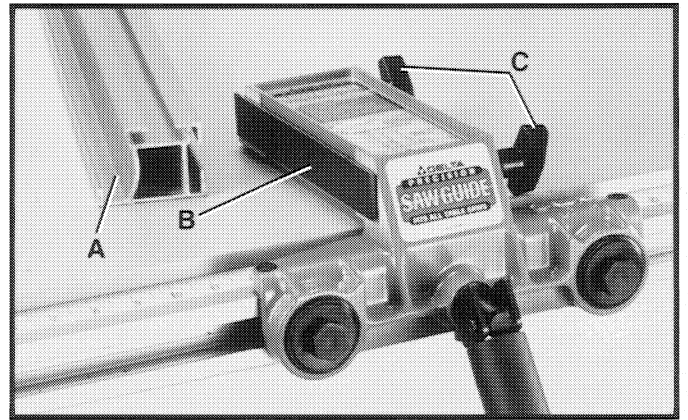
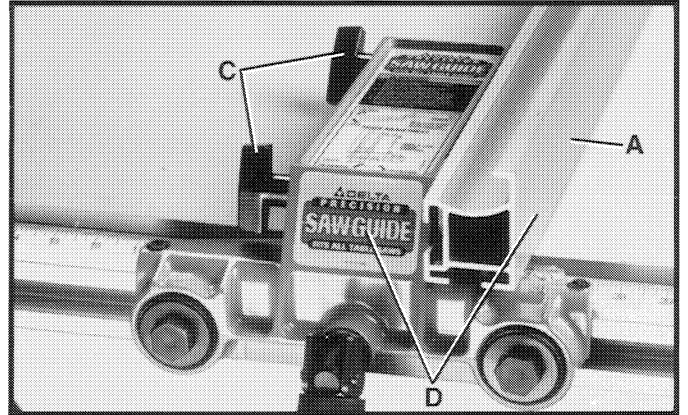

Fig. 89
Fig. 90
En algunos casos puede resultar deseable hacer uso de la guía en el lado izquierdo de la sierra. Esto se realiza fácilmente con reposicionar la guía (A) Figs. 89 y 90, la barra de abrazadera de la guía (B) y las perillas de cierre (C) para que la guía (A) esté conectada al lado derecho del cuerpo de la guía, como se ilustra en la Fig. 90. El montaje completo de la guía (D) Fig. 90 puede moverse fácilmente hacia la izquierda de la mesa de la sierra.